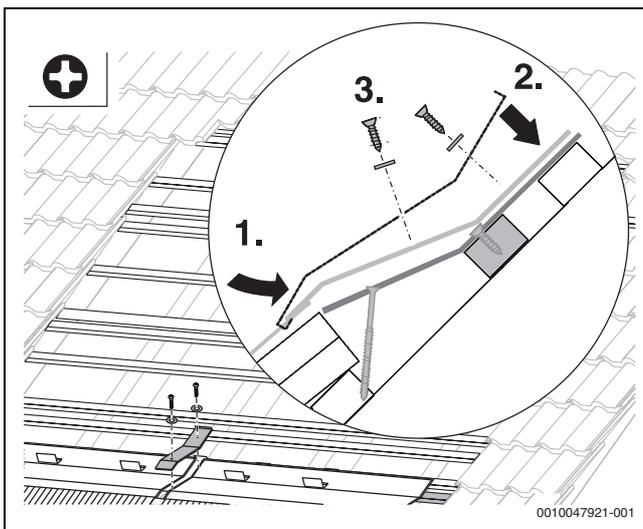

Bild 33 Oberteil montieren
1. Oberteil des Verbinders an unterer Kante der Eindeckbleche einhaken (→ Bild 33).
2. Oberteil andrücken (→ Bild 33).
3. Oberteil mit 2 Dichtscheiben und Schrauben auf Unterteil schrauben (→ Bild 33). Dabei die Schrauben nicht zu fest anziehen. Akkuschauber: niedrige Geschwindigkeit einstellen.